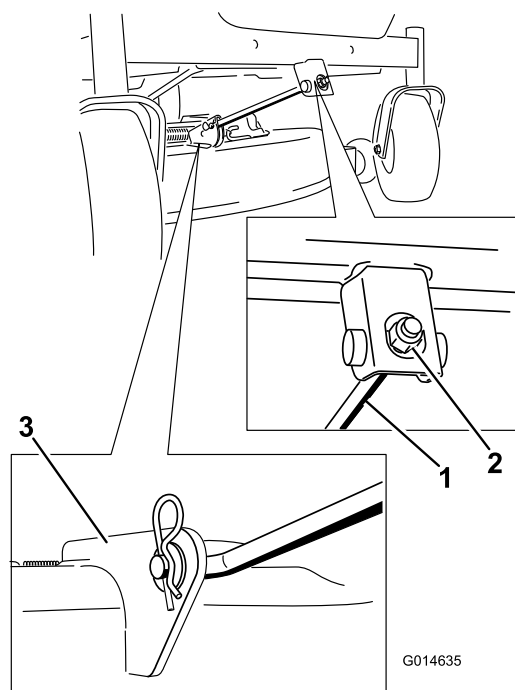

図 73
5. 前サポートロッドについているヘアピンコッターを抜き取り、デッキブラケットからロッドを取り外す 図 73。
8. 前部のサポートロッドをデッキに取り付け、クレブスピンとヘアピンコッターで固定する 図 73。